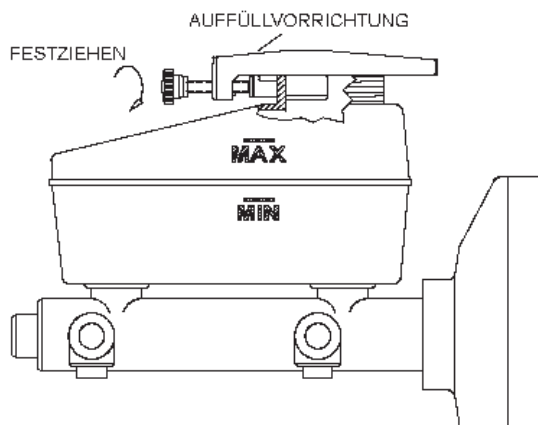

Abbildung 2
4. Den Fuß an den Hals des Hauptzylinders klemmen, indem der Schiebeknopf (Abbildung 2) festgezogen wird.